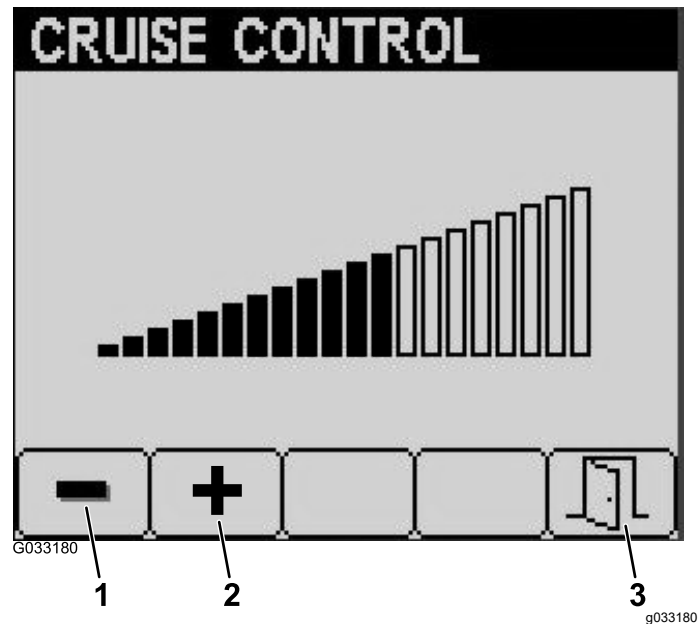

Figure 21
4. Dans l'écran Cruise Control (régulateur de vitesse), appuyez sur le bouton 1 pour réduire la vitesse du régulateur de vitesse ou sur le bouton 2 pour l'augmenter (Figure 21).
5. Après avoir programmé la vitesse du régulateur de vitesse, appuyez sur le bouton 5 pour quitter le menu (Figure 21).